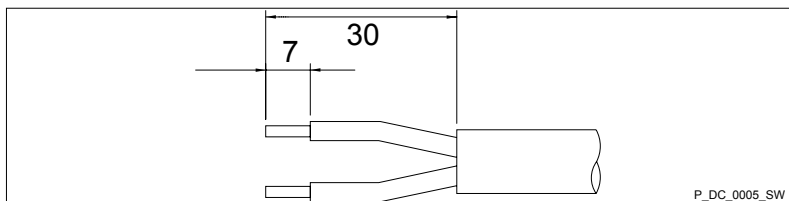

Abb. 16: Kabelisolierung entfernen
- 1.** Die Kabelisolierung gemäß Abb. 16 entfernen und entsprechende Aderendhülsen aufpressen.